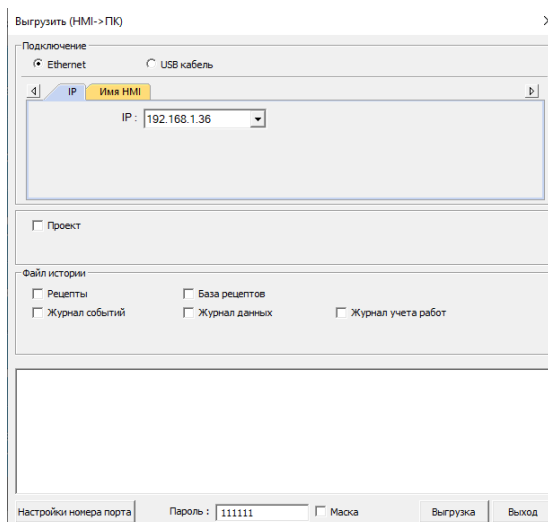

Рисунок 6.3 – Окно «Выгрузить (HMI->ПК)» ПО Utility Manger
4. В окне «Загрузка/Выгрузка» нажать на кнопку «Выгрузка». В окне «Выгрузить (HMI->ПК)» (рисунок 6.3) выбрать способ подключения к БС – с использованием Ethernet-кабеля или USB-кабеля.